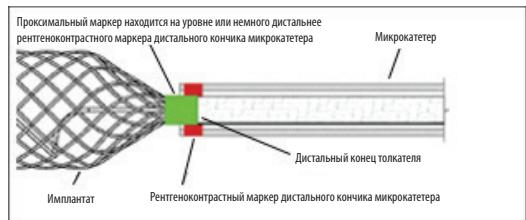

Рисунок 6. Положение полосок маркера для отсоединения
- Под флюороскопическим контролем медленно выдвигайте имплантат из кончика катетера. Продолжайте продвигать имплантат в нужное место до тех пор, пока проксимальный рентгеноконтрастный маркер на имплантате не сравняется или не будет немного дистальнее рентгеноконтрастного маркера дистального кончика катетера, чтобы зона отсоединения находилась непосредственно за кончиком катетера. См. рисунок 6. Если необходимо, измените положение. Если размер имплантата не подходит, извлеките его и замените другим устройством. Если во время флюороскопии после установки и перед отсоединением наблюдается нежелательное движение имплантата, извлеките имплантат и замените его другим имплантатом более подходящего размера. Движение имплантата может свидетельствовать о том, что имплант мог переместиться после отсоединения. **Не поворачивайте толкатель доставки во время или после доставки имплантата в пределах сосудистой системы. Вращение толкателя доставки может привести к повреждению имплантата или преждевременному**